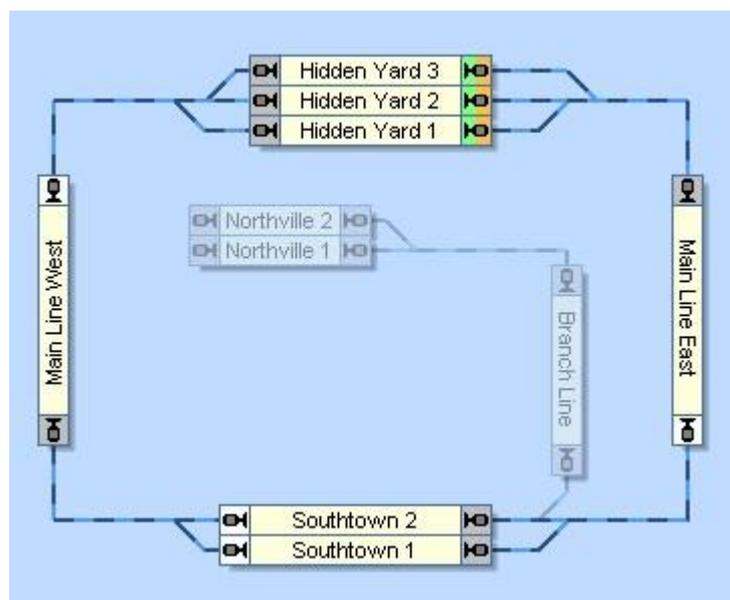

Figure 116 : Schéma du trajet avec des chemins alternatifs
La figure 116 montre un trajet pour la circulation des trains qui commencent dans trois cantons à "Hidden Yard", passe par la ligne principale dans le sens des aiguilles d'une montre, passe par "Southtown" par l'un des deux cantons et finissent à nouveau à "Hidden Yard".
De plus, chaque trajet peut être démarré dans les deux sens. Si le trajet est lancé dans la direction opposée, alors les cantons de destination spécifiés du trajet sont utilisés comme cantons de départ et les cantons de départ deviennent des cantons de destination. Le trajet de la figure 116 peut également être lancé dans le sens inverse des aiguilles d'une montre.
En regardant la figure 116, nous nous rendons compte qu'à partir d'un seul schéma de trajet et en choisissant quelques cantons et itinéraires dans le diagramme principal, nous pouvons décrire tous les mouvements de trains possibles dans les deux sens sur la ligne principale de ce réseau.
- Il serait par exemple possible de spécifier explicitement "Southtown 1" comme un canton de destination supplémentaire dans la figure 116. Si Southtown 1 est disponible, chaque train venant de "Main Line East" choisira "Southtown 1" comme destination. Si "Southtown 1" n'est pas disponible, le train passera automatiquement via "Southtown 2" à "Hidden Yard".
**B** Le Dispatcher suit une stratégie intelligente quand il doit sélectionner un ou plusieurs chemins possibles. Dans la figure 116, par exemple, le Dispatcher doit sélectionner un des trois chemins possibles quand un train approche de "Hidden Yard" de l'ouest ou de l'est.
**B** En général, un canton ou un itinéraire réservé par un trajet est libéré quand le train a atteint un canton suivant ce canton/itinéraire et quand ce canton/itinéraire n'est pas indiqué comme étant occupé. Dans la figure 116, par exemple, le canton "Main Line East" n'est pas libéré avant qu'un train venant de "Hidden Yard" ait atteint "Southtown". Si "Main Line East" est toujours indiqué comme occupé lorsque le train arrive à "Southtown", la libération de "Main Line East" est en outre retardée jusqu'à ce que l'indication d'occupation de la "Main Line East" soit éteinte.
- Lorsqu'un train arrive dans un canton, tous les cantons/itinéraires non occupés situés avant ce canton, mais pas situés derrière un autre canton/itinéraire occupé et réservé, sont libérés. Si, par exemple, "Main Line East" dans la figure 116 est toujours réservé et occupé lorsque le train atteint "Main Line West", le canton utilisé de "Southtown" n'est pas libéré, peu importe si il est occupé ou non. Si les deux, "Main Line East" et le canton lié dans «Southtown», sont inoccupés quand le train atteint "Main Line West", alors les deux cantons sont libérés.